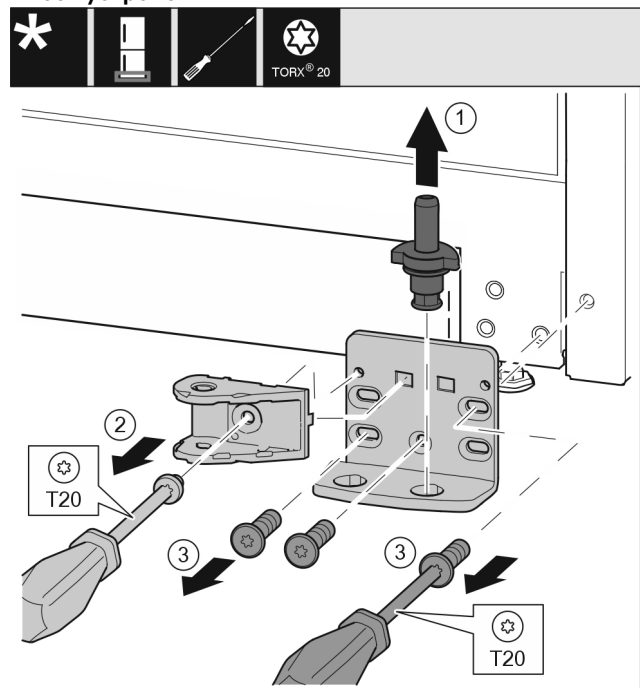

Fig. 34 *
- ▶ Опорный палец полностью извлеките движением вверх. Fig. 34 (1)*
- ▶ Открутите винт отверткой T20 и снимите соединительный элемент амортизатора. *Fig. 34 (2)*
- ▶ Открутите винты отверткой T20 и снимите опорный кронштейн. *Fig. 34 (3)**